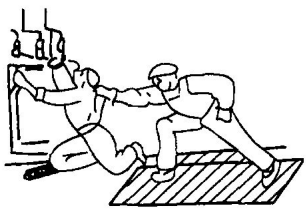
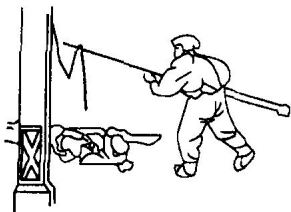

图1-2-1 将触电者拉离电源
图1-2-2 将触电者身上电线挑开
① 如果触电现场远离开关或不具备关断电源的条件,只要触电者穿的是比较宽松的干燥衣服,救护者可站在干燥木板上,用一只手抓住衣服将其拉离电源,如图1-2-1所示。但切不可触及带电人的皮肤。也可用干燥木棒、竹竿等将电线从触电者身上挑开,如图1-2-2所示。